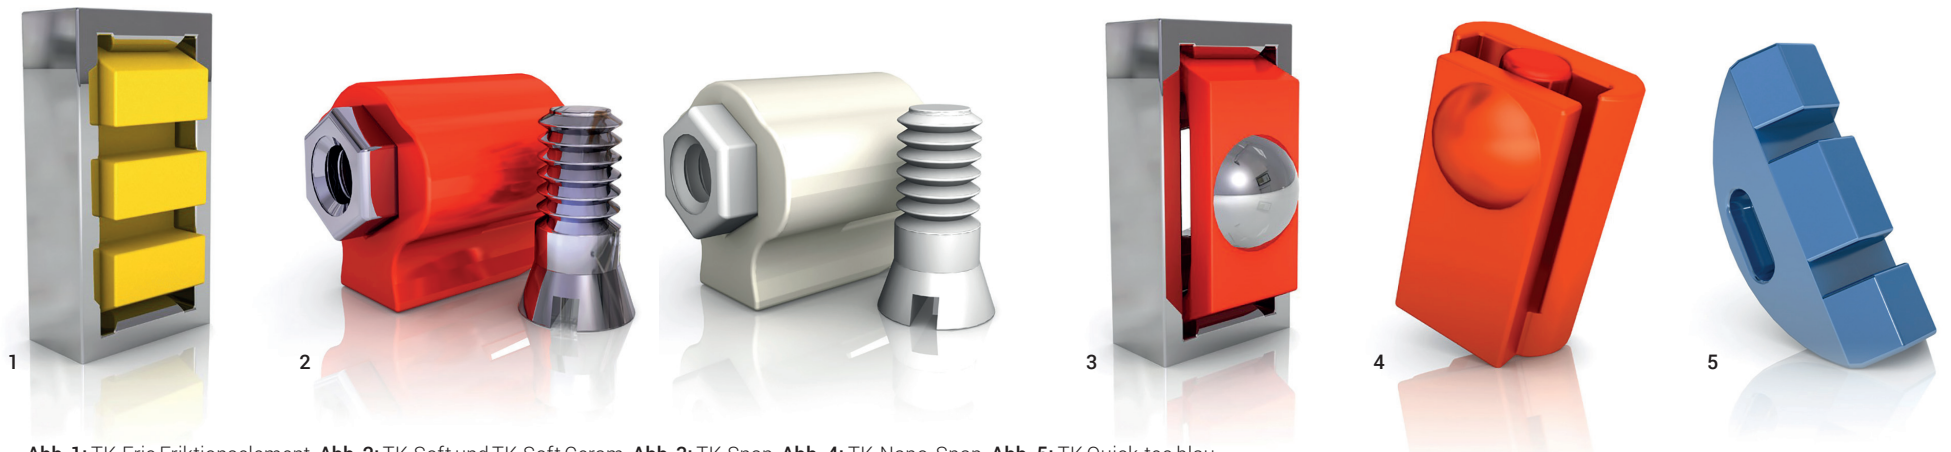

Abb. 1: TK-Fric Friktionselement. Abb. 2: TK-Soft und TK-Soft Ceram. Abb. 3: TK-Snap. Abb. 4: TK-Nano-Snap. Abb. 5: TK Quick-tec blau.
**Abb. 1:** primobase mit 1,2 mm Plattenstärke extrem dünn und gleichzeitig hoch stabil. **Abb. 2:** Durch die exakte und präzise Passung „saugt“ die Aufstellung bei der Einprobe im Mund des Patienten. **Abb. 3:** Maximaler Anpressdruck und damit bestmögliche Passung, wenn die primobase Platte während der Lichthärtung in der Metavac-Einheit tiefgezogen wird. **Abb. 4:** Beste Lichthärteeigenschaften – kein zweiter Polymerisationsdurchgang ohne Modell erforderlich.